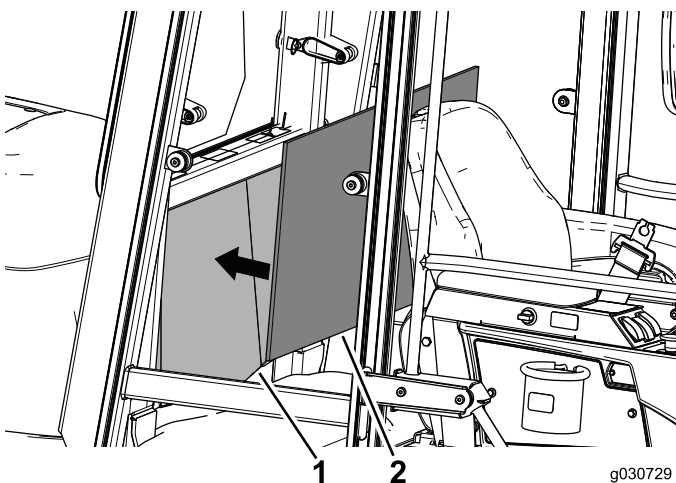

図 31
2. 内装パネルを、キャブ内部のバックパネルの中央に合わせて、取付位置を確認する 図 31。